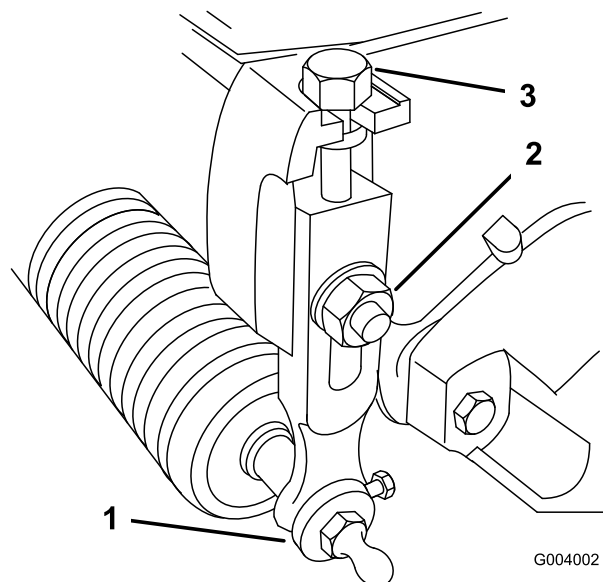

Figura 53
1. Afloje las contratuercas que fijan los brazos de altura de corte a las chapas laterales de la unidad de corte (Figura 53).